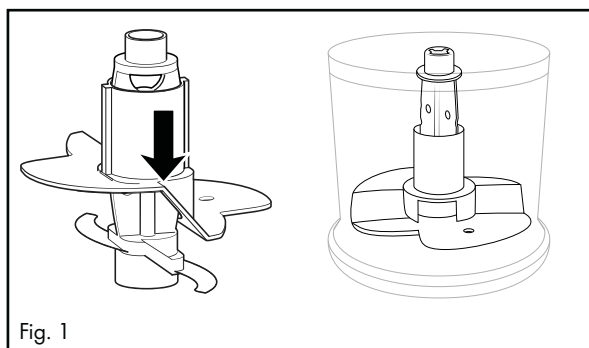

Fig. 1
- Pentru 100 ml de frișcă introduceți paletele **10** pe suportul cuțitului **5**, astfel încât acestea să se sprijine pe ambele cuțite **7** și să se fixeze (fig. 1):